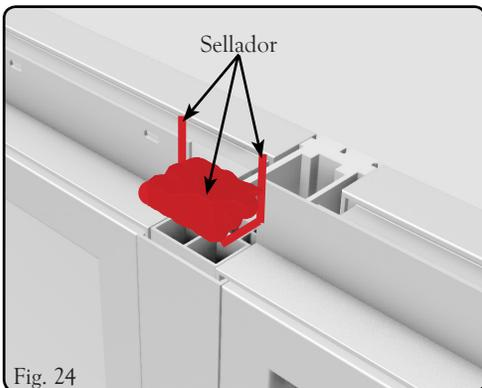

Fig. 24
- Consulte las Fig. 24 y 25. Se requiere guardalluvia en el cabezal. Aplique sellador sobre el parteluz y en los extremos del guardalluvia como se muestra, luego aplique el guardalluvia en el cabezal.